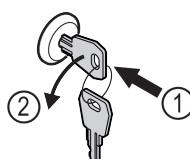

Fig. 160
- Uvucite ključ. Fig. 160 (1)
- Okrenite ključ za 90° nalijevo. Fig. 160 (2)